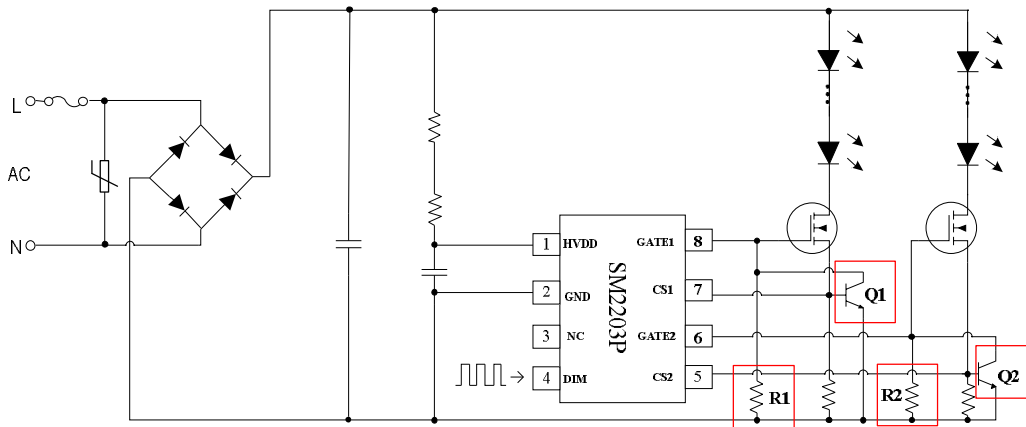

图4 SM2203P 分段调色应用原理图
2、图 4 中的 Q1 和 Q2 两个三极管（NPN 型）主要是高 PF 系统应用时过雷击使用；
3、图 4 中的 R1 和 R2 两个电阻主要是在高 PF 系统应用时过 EMC 使用。